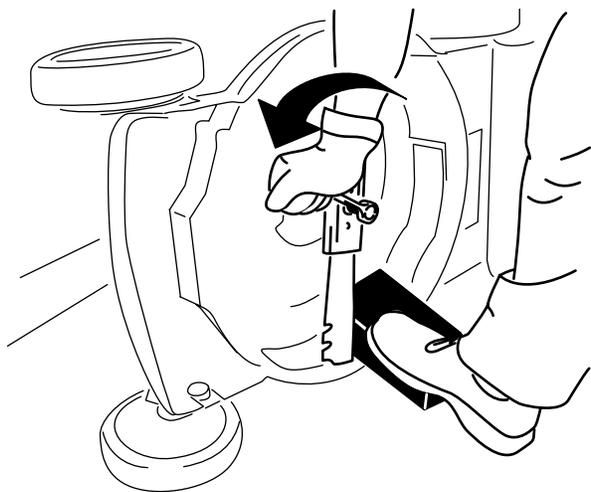

Figura 38
3. Usate un blocco di legno per tenere ferma la lama (Figura 38).
4. Togliete la lama e conservate la bulloneria di montaggio (Figura 38).